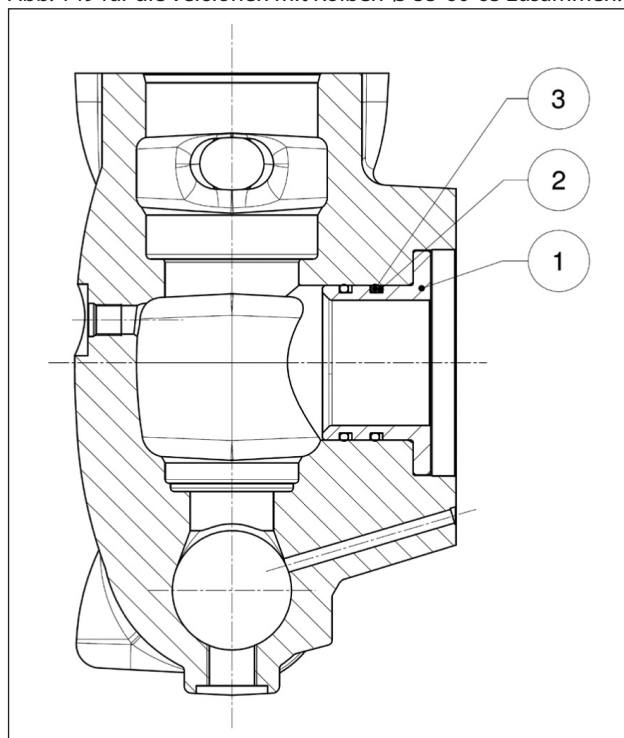
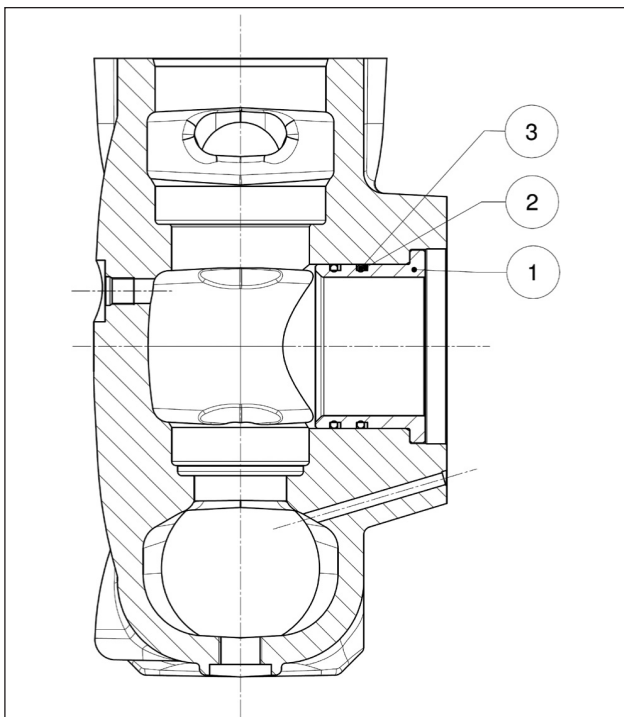

Abb. 148
Abb. 149
Bauen Sie den bearbeiteten Kopf durch Setzen der Buchsen (Pos. ①) samt Stützringen (Pos. ②) und O-Ring (Pos. ③) gemäß Abb. 148 für die Versionen mit Kolben-Ø40-45-50 und gemäß Abb. 149 für die Versionen mit Kolben-Ø 55-60-65 zusammen: